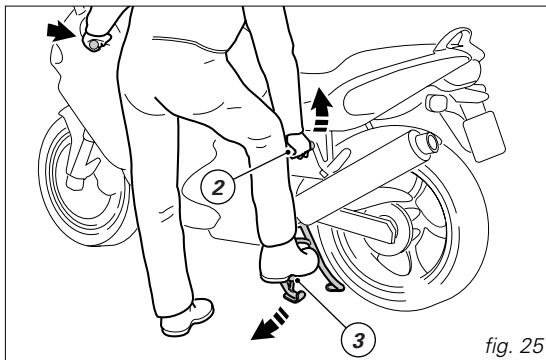

fig. 25
Con la mano sinistra tenere la manopola sinistra e con l'altra la maniglia (2, fig. 25). Spingere con il piede destro sulla superficie d'appoggio (3) del cavalletto centrale, fino a portarlo a contatto con il suolo; contemporaneamente tirare con la maniglia il motociclo verso l'alto e all'indietro.